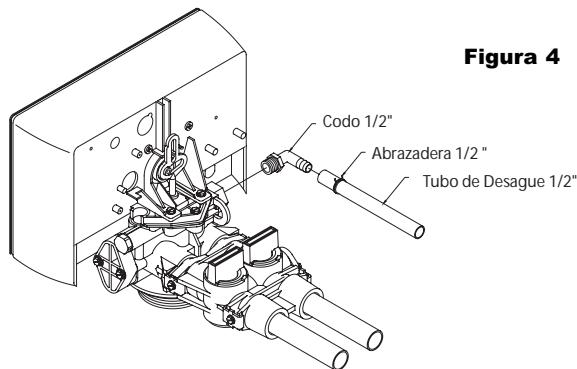

Figura 4
• Conecte la linea de desague a la salida del desague atrás de la válvula en frente a la conexión de la entrada (ver figura 4). Se requiere un accesorio para conectar la rosca del tubo hembra a la línea del desague.